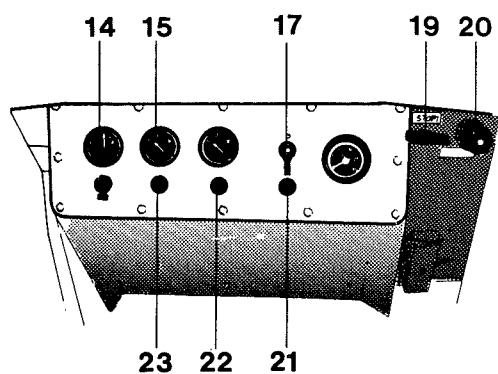

Fig. 15
- 1 Quand le moteur est chaud - tirer sur la commande de régime (20), fig. 15, jusqu'à ce que le régime de moteur soit de 2300 tr/mn. Contrôler le compte-tours. Le frottement de la commande se règle avec le circlip.
- 3 Lors de la conduite sur des mélanges bitumineux - mettre en service l'installation d'arrosage (9), (10) sur les deux cylindres à l'aide de l'interrupteur respectif. Le débit d'eau aux cylindres est réglable individuellement à l'aide de deux boutons (12), (13) sur les boîtiers de commande. Le cylindre dans le sens de déplacement laisse automatiquement un petit surplus d'eau dont peut profiter l'autre cylindre. Cet équilibre est réglé avec leurs boutons (12) et (13).